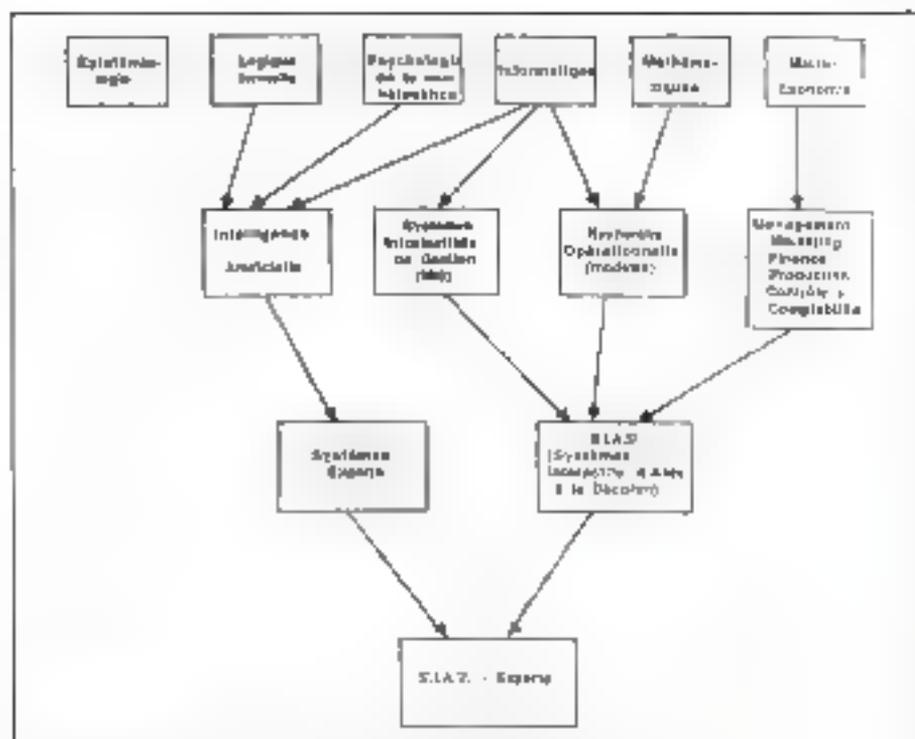
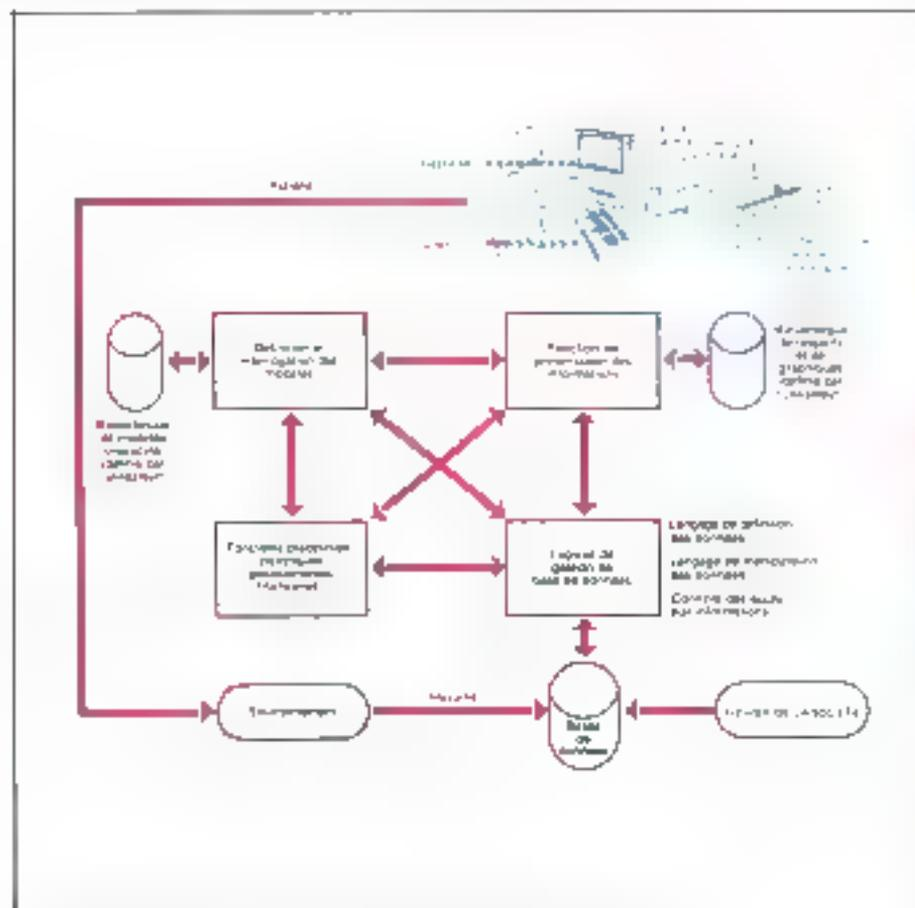
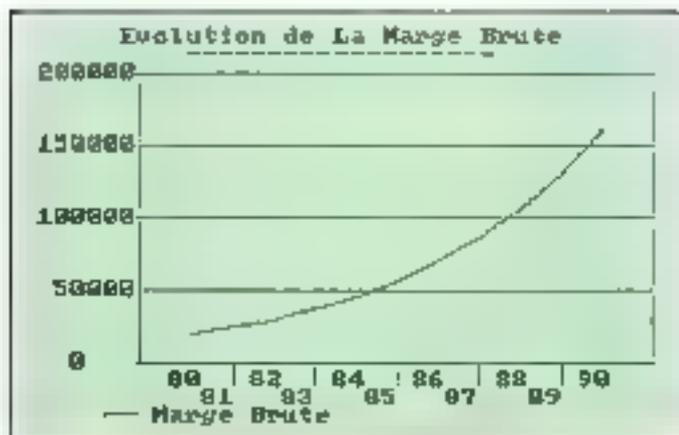

Fig 6 - L'arbre générique des SIAD Experts d'après Michel Klein et Luc Métais.
Fig 7 - Structure d'un générateur de SIAD. Coprains (sur) de M. Klein, A. Mouton.
Fig. 10 - ITPS : courbe de l'évolution de la marge brute
**L**e terme et le concept de SIAD furent employés pour la première fois en France dans des études retraçant le projet Scario, commencé en 1969 à HEC pour s'achever en 1974. Aux Etats-Unis, le concept de « Management Decision System » apparut en 1971 avec les travaux de Scott Morton à la Harvard Business School et de Gerety au MIT. L'un des pionniers de SIAD en France, le Pr Michel Klein, en donne la définition suivante : « Un SIAD est un système informatisé qui utilise des concepts simples dans un domaine d'application pour aider un décideur qui travaille dans ce domaine à résoudre un problème mal structuré ». Or, en gestion, on rencontre de nombreux problèmes « mal structurés » ou « non programmables » dans plusieurs domaines, comme l'analyse financière, l'analyse de crédit ou la planification marketing. Au niveau des définitions, on parle de SIAD (fig. 6) pour désigner aussi bien le générateur de SIAD (fig. 7) que le modèle réalisé par le générateur et agissant dans un domaine précis. Les SIAD font référence à de nombreuses disciplines comme l'informatique de gestion avec le concept de système de gestion de base de données, la recherche opérationnelle, la modélisation, les statistiques... plus récemment les SIAD ont aussi fait appel à l'intelligence artificielle, en particulier aux systèmes experts.
La définition des variables est faite en langage naturel : MARGE BRUTE = VENTES NETTES COÛT DES VENTES avec l'emploi de mots réservés en anglais tels que THRU, FOR, PRE-VIOLS, IF THEN ELSE (Fig. 6). Le modèle défini est compilé et le générateur d'états affiche les résultats (Fig. 9) en sélectionnant les années. Une courbe montre les évolutions de la marge brute (Fig. 10).